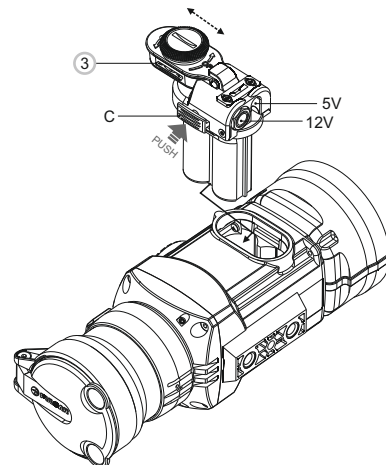

Рис. 3
- Установите переходник внешнего питания в контейнер батарей монокуляра (**см.рис.3**) и нажмите на него сверху до упора, пока не защелкнутся боковые защелки.
- Закрепите крышку (3) на адаптере (**см. рис.3**).
- Включите прибор кратким нажатием кнопки “ON/OFF” (10).